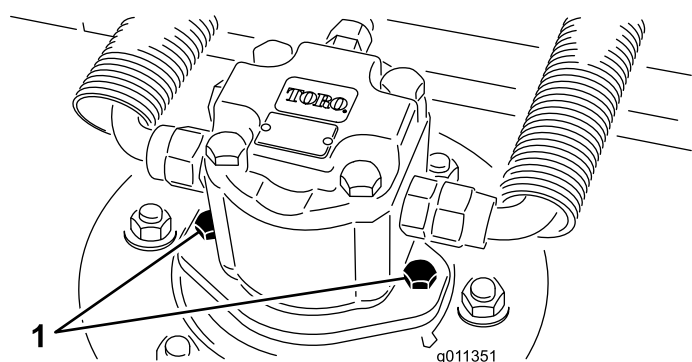

Figura 61
2. Scollegate e staccate il motore idraulico dall'apparato di taglio (Figura 61). Coprite la parte superiore del mandrino per impedire che venga contaminato.
4. Montate il motore idraulico sul piatto di taglio (Figura 61). Verificate che l'O-ring sia in sede e non sia danneggiato.